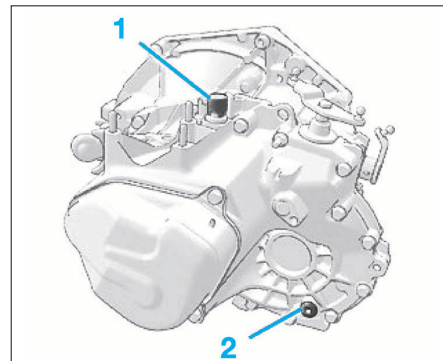

FIG. 12
- Déposer le bouchon (2) pour effectuer la vidange (Fig.12) .